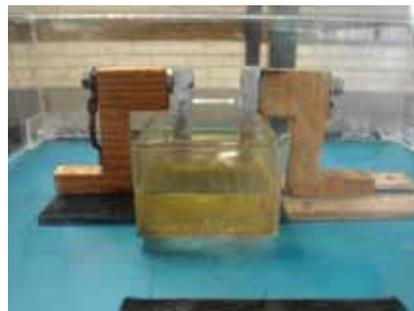

Figura 3.10 Ruptura de rigidez dieléctrica de diferentes aceites
- j) Ahora, respecto a la tabla 3.5 considerando los aceites, sumerja por completo los electrodos en cada caso (figura 3.10); mantenga una separación entre ellos de 2 mm, incremente de forma lenta la diferencia de potencial hasta lograr la ruptura de rigidez dieléctrica y concentre sus resultados en la misma tabla.